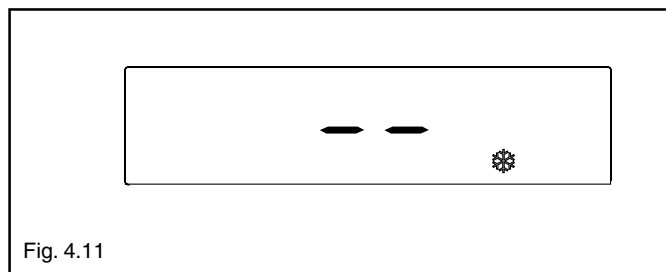

Fig. 4.11
- Anti-hielo (fig. 4.11): cuando la temperatura del agua de la caldera disminuye por debajo de los valores de seguridad se activa el circulador y el quemador a la mínima potencia hasta alcanzar la temperatura del agua a los valores de seguridad (35 °C).